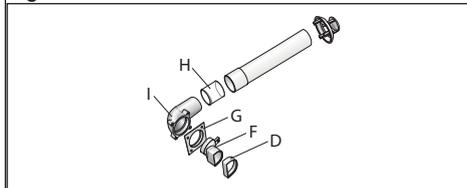

Fig. 15
- Conectar la tubería de  $\varnothing$  35 mm o la curva de  $90^\circ$  a la reducción interponiendo la específica junta de estanqueidad **G** en la campana de unión de la curva o del tubo (Fig. 15).
- Para unir una curva a un tubo o dos tubos entre sí, acoplarlos y cubrirlos con la junta de estanqueidad **H** (Fig. 15).